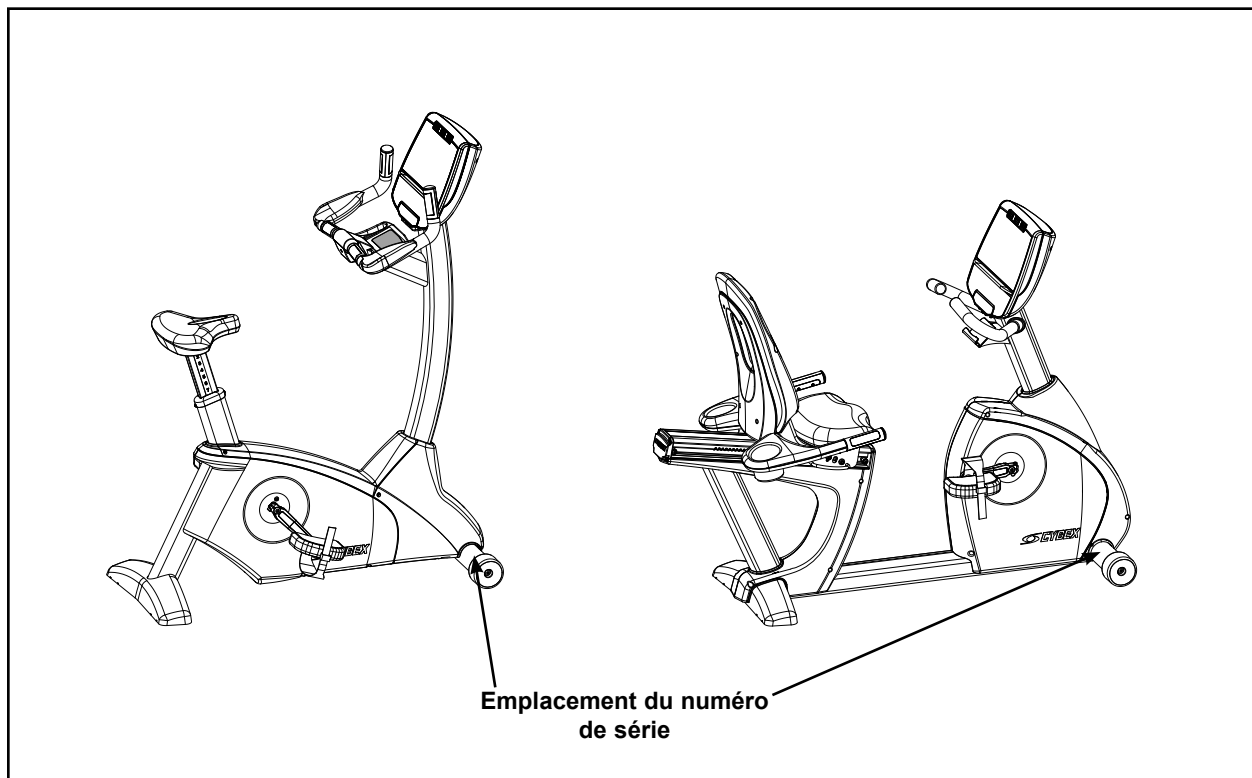

Figure 1
Le numéro de série se trouve à l'avant de l'appareil, tel qu'illustré à la figure 1
3. Fournissez le numéro de modèle et le numéro de série. *Le numéro de série se trouve sur l'avant de l'équipement, tel qu'illustré à la figure 1.* Le numéro de série commence par une lettre, par exemple : R09-101331100.